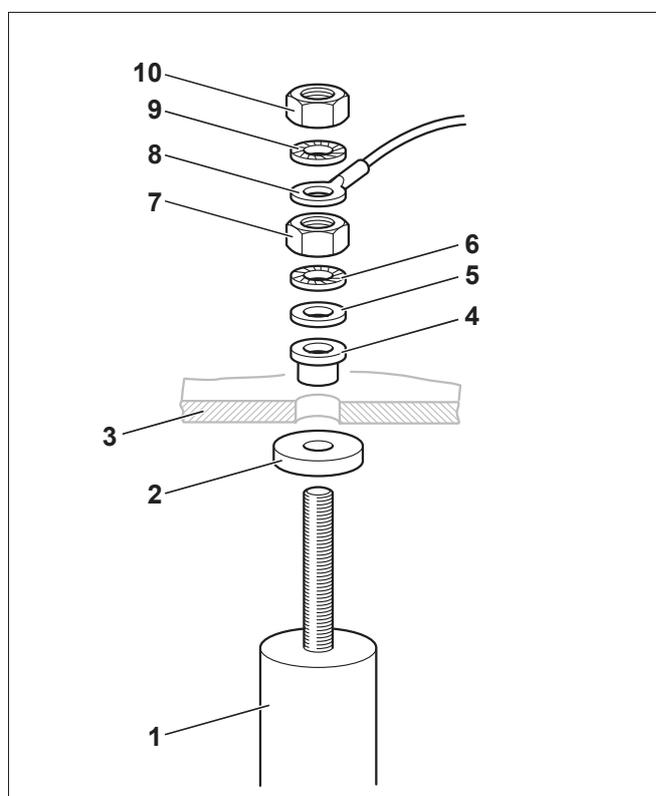

Рис. 15 Замена магниевого анода
- Проверить износ магниевого анода (рис. 15, поз. 1). Заменить анод, если его диаметр уменьшился примерно до 15 – 10 мм.
- Отвернуть гайку M8 (рис. 15, поз. 10), чтобы освободить ушко заземляющего провода (рис. 15, поз. 8).
- Отвернуть гайку M8 (рис. 15, поз. 7).
- Снять крышку люка (рис. 15, поз. 3) с магниевого анода (рис. 15, поз. 1).